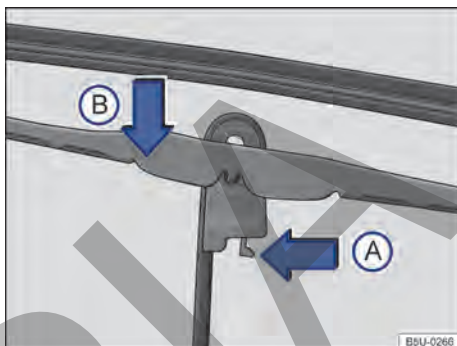

Fig. 171 Sustituir las escobillas de los limpiaparabrisas.
- Colocar la escobilla en posición perpendicular con respecto al brazo → fig. 171.
- Apretar el pestillo de seguridad en el sentido de la flecha ①.
- Desencajar la escobilla en el sentido de la flecha ②, mover en el sentido opuesto al brazo del limpiaparabrisas y retirar en el sentido opuesto al de la flecha ③.